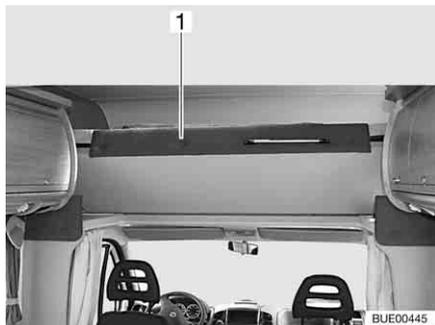

Fig. 112 Cama de alcova dobrada para cima
- Desloque para cima a cama de alcova na parte dianteira (Fig. 112,1). A cama de alcova é mantida na sua posição superior pelas molas pneumáticas a gás.